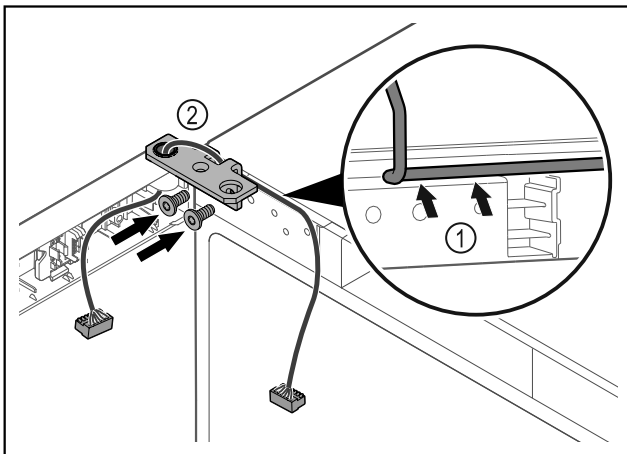

Fig. 45
- ▶ Вкарайте кабела през прореза на ъгъла на пантата и го положете внимателно Fig. 45 (1).
- ▶ Завинтете ъгъла на пантата Fig. 45 (2).